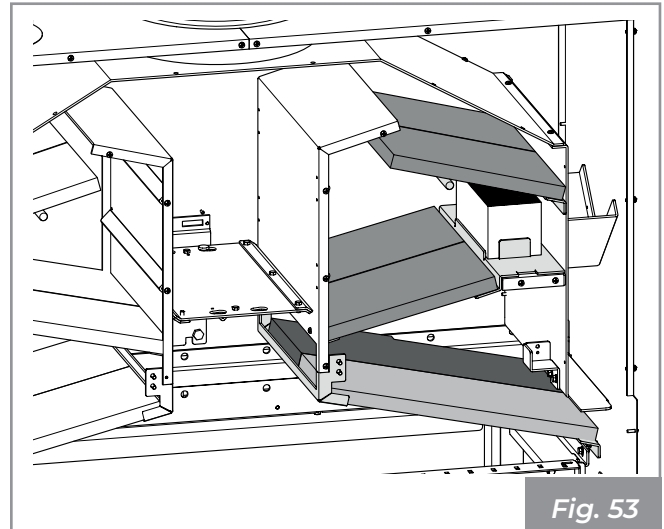

Fig. 53
**8)** Proceder del mismo modo en el lado opuesto. (Fig. 53).